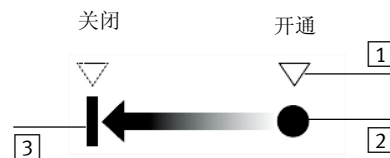

图 16
1. 将罩盖放在外壳上。此时要使透明罩盖上的红色箭头 (→图 16 [1]) 对准外壳上的标记 (→图 16 [2])。
3. 转动罩盖，直到红色箭头指向标记 (→图 16 [3])！